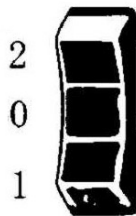

fig 1
4.4. Ajuste de temperatura. La temperatura deseada se puede configurar con el interruptor (fig 1). La temperatura ideal debe determinarse primero realizando una prueba. Por lo tanto, debe comenzar con un ajuste de temperatura baja. Las temperaturas especificadas en los ejemplos de uso ilustrados son valores recomendados que pueden variar según las propiedades de la pieza de trabajo. La distancia entre la boquilla y la pieza de trabajo depende del material a procesar.